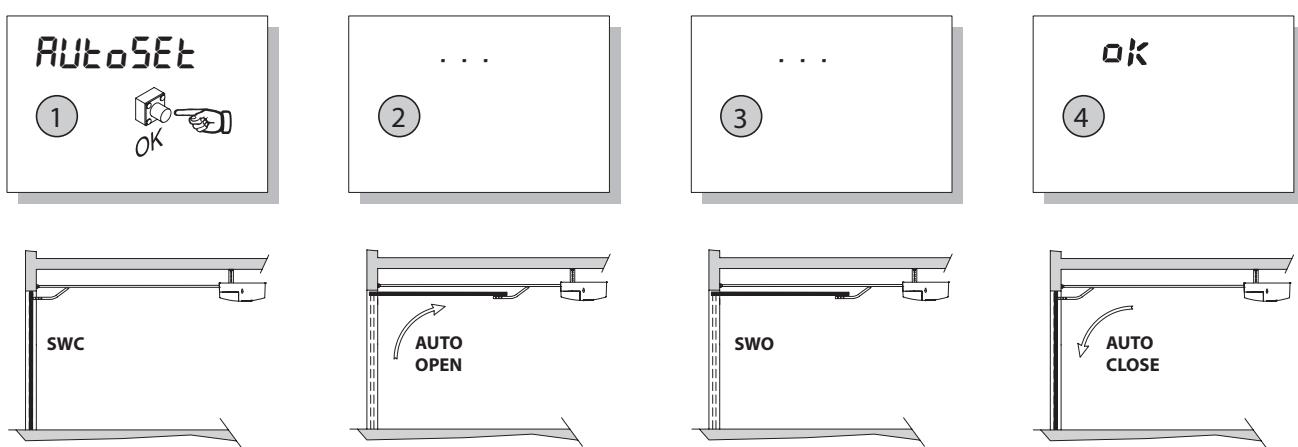

Fig. 20
9. 6) ДИСТАНЦИОННОЕ ПРОГРАММИРОВАНИЕ ПУЛЬТОВ (Abb. 20)